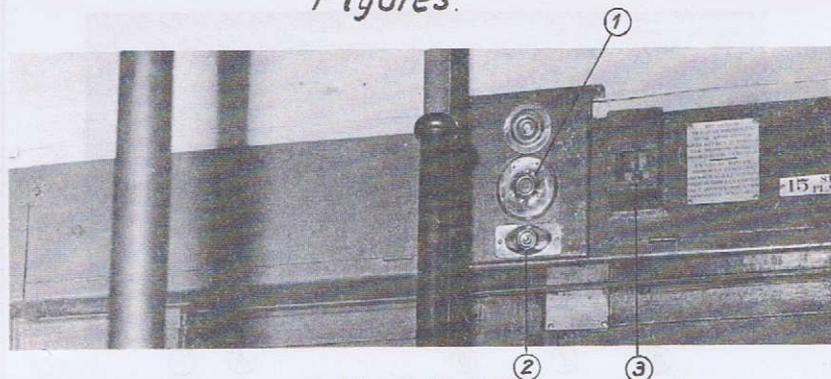

Fig. 1 (A.M. 39 n° 001 à 008)
Le bouton-poussoir ② (fig. 1 à 4) permet de court-circuiter la fin de course de la porte.